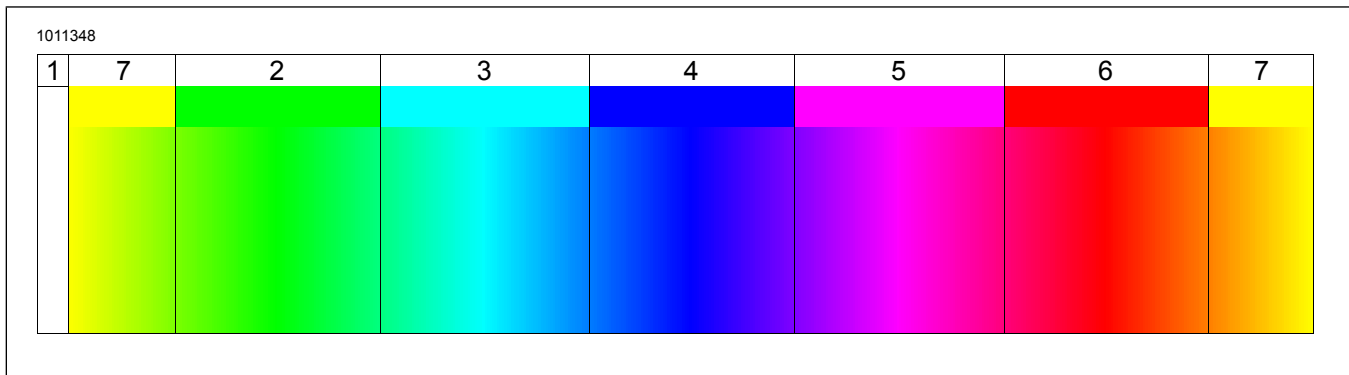

Figura 4. Spettro cromatico
- Vedere la figura 4. Sono disponibili sette zone di colore preimpostate. Ciascuna di esse presenta una serie di sfumature: